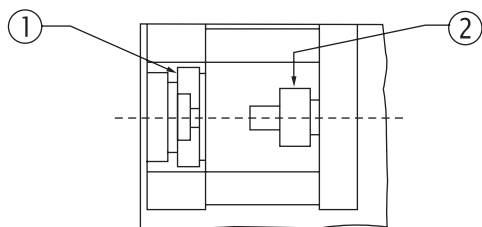

图7
- m2) 将底座TN286A(1) 和锥体TN287A (2) 放入机器中 (见图7)